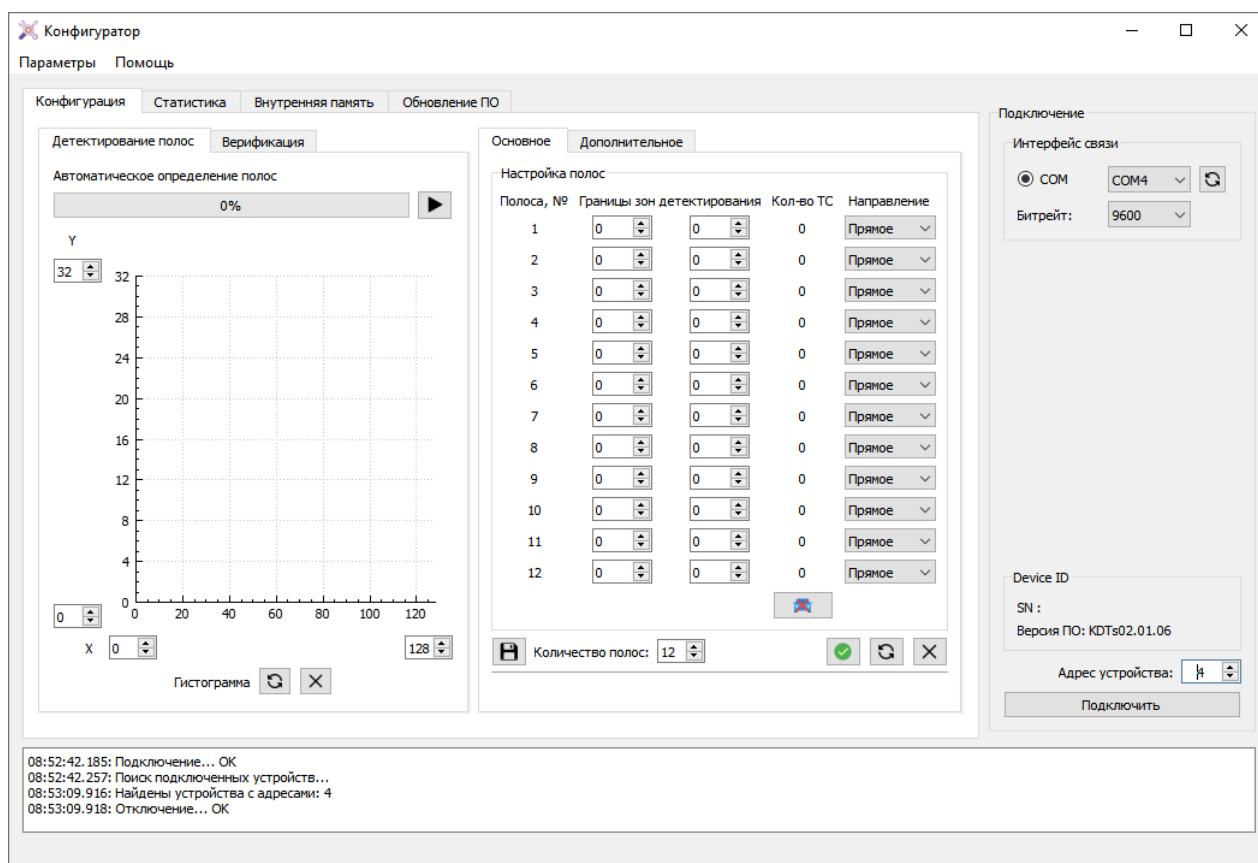

Рисунок 3.15 – Результат поиска подключенных изделий
3.7.3.2 В программе реализована возможность поиска (определение) подключенных изделий. При нажатии «Параметры» -> «Поиск устройств» производится циклический опрос с изменением адреса с 1 до 240 с параметрами интерфейса связи, установленными в области «Подключение». Период опроса задается в расширенных настройках (Вкладка «Параметры» -> «Расширенные настройки»). Результат поиска отображается в области журнала событий (рисунок 3.15).